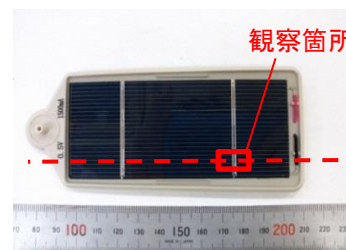

図1 ソーラーパネル 外観
有機無機複合物からなる絶縁体のソーラーパネル(図1)の断面構成を、切削・研磨の前処理のみで低真空 SEM および FT-IR を用いて解析した。低真空 SEM-EDX による元素マッピングおよびライン分析を行い、ソーラーパネルは保護樹脂(C)、電極(Ag)、基盤(Si)等からなる8層の構造であることが判明した。上下の保護樹脂(①、⑧)は FT-IR 分析により、ビスフェノール A 型エポキシ樹脂と確認された。